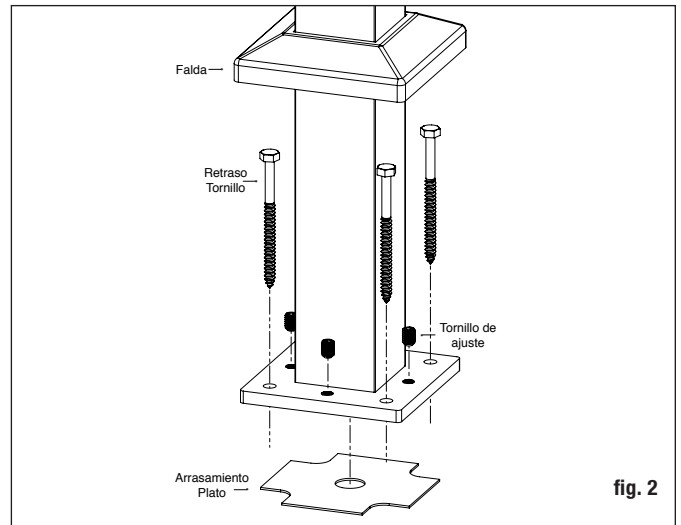

fig. 2
Paso 2 Instale los postes uniendo la base de aluminio a la superficie de la plataforma. Coloque el poste de manera que el sujetador entre en la viga del piso y asegúrese de que la plataforma esté firmemente sujeta a la viga en la ubicación de los postes. Si es necesario, use bloques de madera firmemente sujetos a la estructura de las vigas como refuerzo debajo de la plataforma donde se encuentran los postes. Los sujetadores que sujetan la base del poste a la superficie deben poder fijarse a las vigas o tirantes de refuerzo, no solo a la plataforma en sí. *Nota: Cuando instale un poste de aluminio en la parte superior de una superficie de madera, los tornillos deben colocarse en al menos 3 pulg. de madera maciza (sin incluir la plataforma). Las tablas de terraza de 5/4 pulg. o 1 1/2 pulg. no proporcionan suficiente material para una instalación segura. Si es necesario, agregue material adicional a la parte inferior de la superficie (fig. 2).*